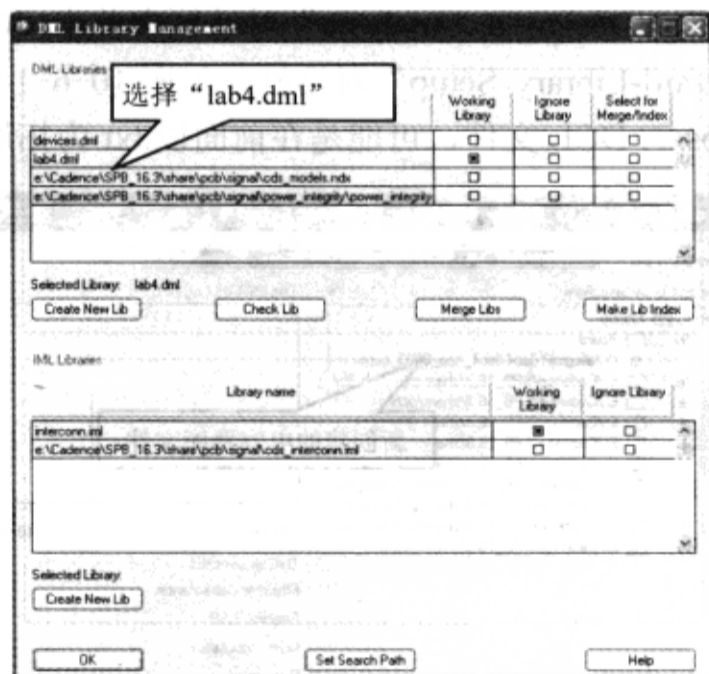

图 10-6-12 新建库文件
(4) 在“文件名 (N)”栏中输入“lab4”作为新元器件库的名称，单击“保存 (S)”按钮，一个新的库文件 (DML 文件) 就保存在了当前目录中。会再次显示“DML Library Management”对话框，在“DML Libraries”区域中选择“lab4.dml”，单击“OK”按钮，任何新库元器件将被写入 lab4.dml 库中，如图 10-6-12 所示。